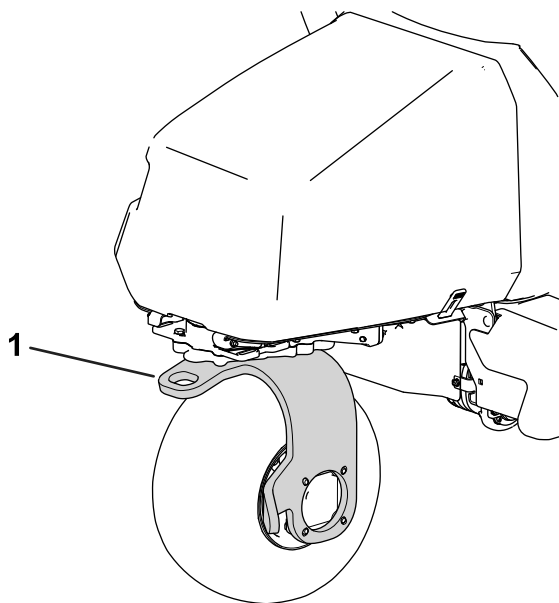

Figure 41
13. Utilisez la fourche de la roue pivotante arrière pour remorquer la machine (Figure 41).